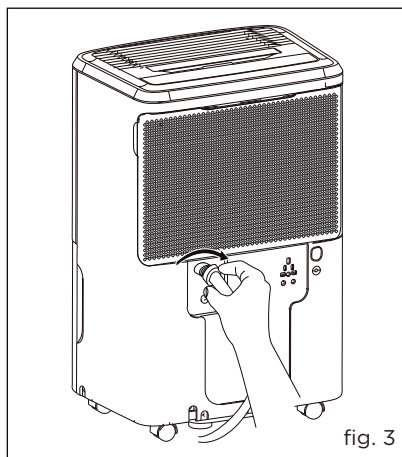

fig. 3
- d. Vissez le tuyau de jardin à la portion fileté du connecteur de purge. (fig. 3)